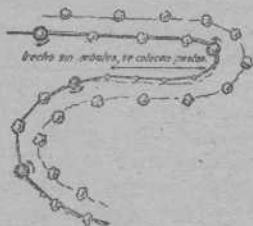

FIG. 25
**CONSTRUCCIÓN.** — Llévase siempre, en lo posible, el tendido a una misma mano, si se sigue una carretera o camino. A falta de árboles, como soportes, se colocarán postecillos (fig. 25).